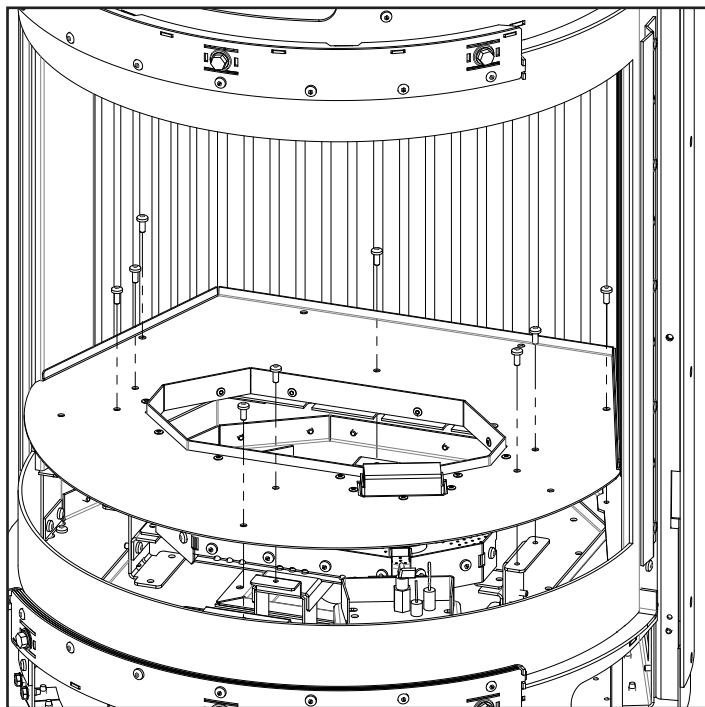

Figure 41: Retrait de la plate-forme du brûleur
Pour retirer le brûleur, retirez d'abord le cadre de la porte et la vitre (reportez-vous à la page 17 et la page 18 pour les détails). Retirez les neuf (9) vis fixant la plate-forme du brûleur à l'aide d'un tournevis T20 (voir la Figure 41).